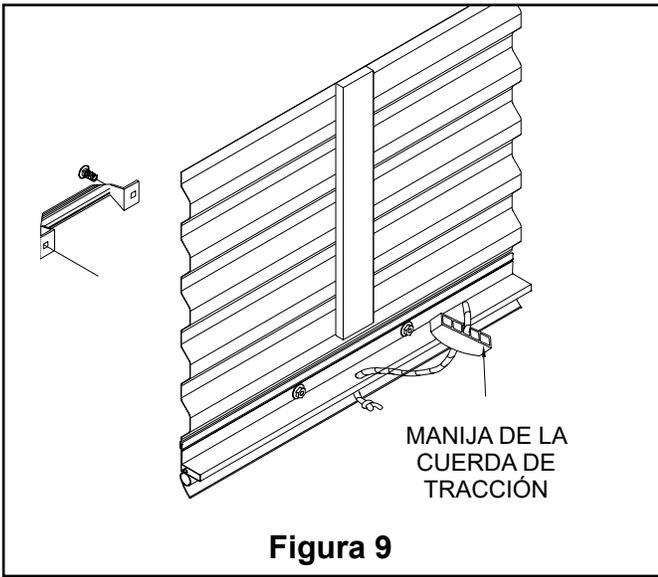

Figura 9
8.1 Manija de la cuerda de tracción: Haga un nudo en un extremo de la cuerda. Deslice la perilla de plástico por la cuerda y jale del nudo hacia la perilla. Pase el otro extremo de la cuerda por el orificio en el centro del borde inferior de la puerta y haga otro nudo en el extremo para que la cuerda no se pueda salir (véase la Figura 9).